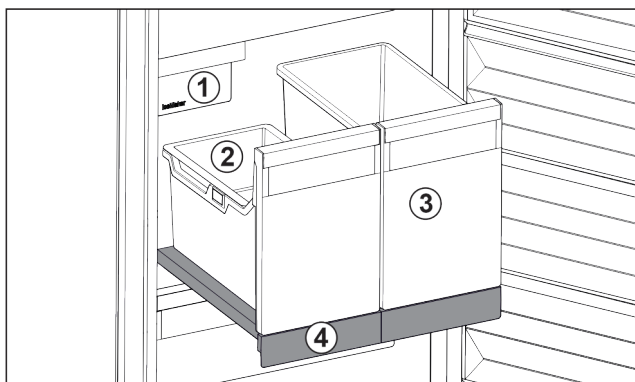

Fig. 24 Изтегляща се дъска с IceTower
Върху изтеглящата се дъска има два високи съда (IceTower). В съда Fig. 24 (2) се събират и съхраняват ледени кубчета от IceMaker. Съдът Fig. 24 (3) е подходящ за съхранение на високи хранителни продукти като пици или алкохолни напитки.